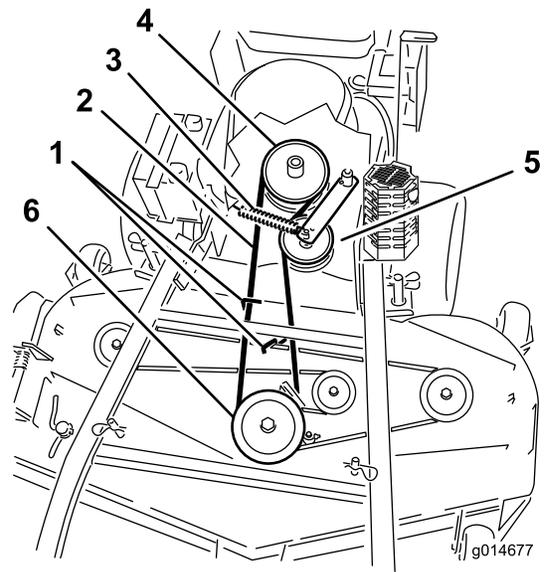
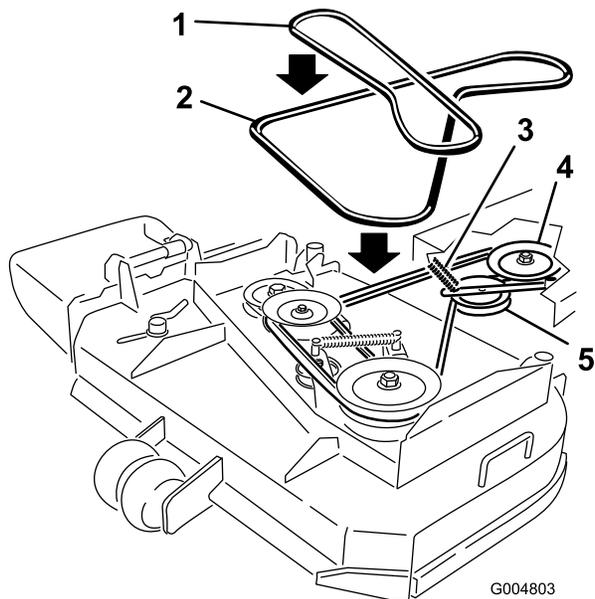

Figura 50
Figura 51
6. Retire la correa de la polea central de la plataforma del cortacésped (Figura 50). Consulte Figura 51 para quitar la correa de la polea izquierda en una plataforma de cortacésped de 36 pulgadas. Extreme las precauciones al retirar la correa ya que la tensión aumentará debido a que la polea tensora está tensada con muelle.
7. Retire la correa de la polea del motor y la polea tensora tensada con muelle (Figura 50). Consulte Figura 51 para retirar la correa de las poleas de una plataforma de cortacésped de 36 pulgadas.
8. Instale la nueva correa en la polea del motor y la polea tensora tensada con muelle (Figura 50).
9. Coloque la correa en la polea central de la plataforma del cortacésped (Figura 50). Extreme las precauciones al instalar la correa ya que la tensión aumentará debido a que la polea tensora está tensada con muelle. Consulte Figura 51 para colocar la correa en la polea izquierda en una plataforma de cortacésped de 36 pulgadas.
11. Ajuste la guía 3 mm (1/8 pulg.) desde la correa en las plataformas de cortacésped de 40, 48 y 52 pulgadas (Figura 50).